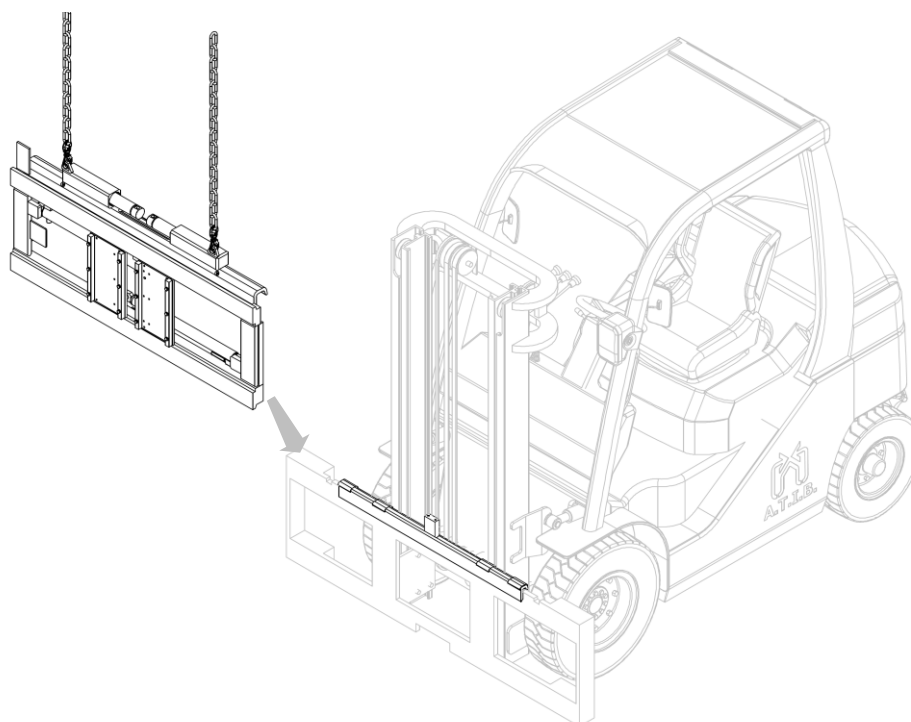

Figura 8
7. Enganche el equipo desde el punto de agarre superior y con un puente grúa colóquelo en el doble gancho, cuidando de colocarlo correctamente (mira *Figura 8*).